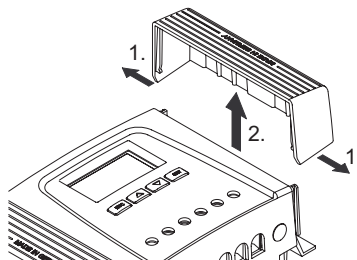

Fig. 9 Détachez le cache de sa position finale (cache droit sur la figure).
1.  Saisissez le cache des deux mains comme indiqué sur la Fig. 9.